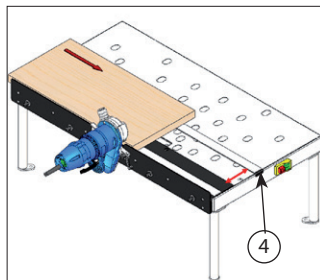

Abb. 12
- Positionieren Sie die bewegliche Unterlage (4, Abb. 12) auf der Oberseite des Tisches, um zu vermeiden, dass die verklebte ABS-Kante mit der Arbeitsfläche des Tisches in Berührung kommt. Stellen Sie einen angemessenen Abstand vom Lineal zur Breite des Tisches ein. Schneiden Sie die überstehende Kante des Werkstücks in Pfeilrichtung in Abb. 12 ab.